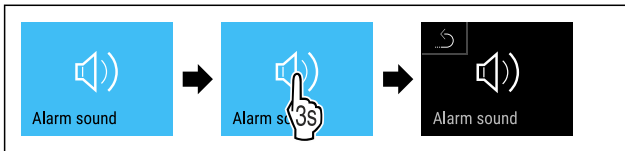

Fig. 93
- ▶ Obavite korake postupka (pogledajte Fig. 93) .